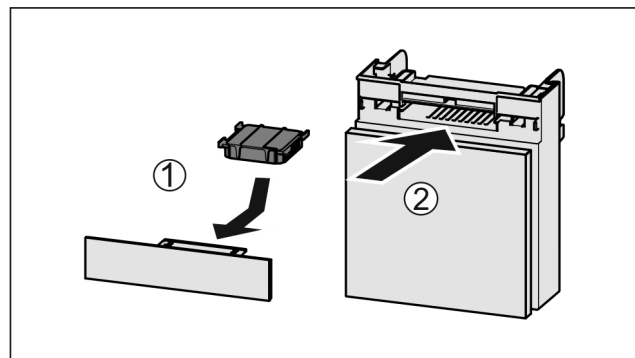

Fig. 115
- Actievekoolfilter overeenkomstig afbeelding aanbrengen Fig. 115 (1).
- Lade erin schuiven Fig. 115 (2).